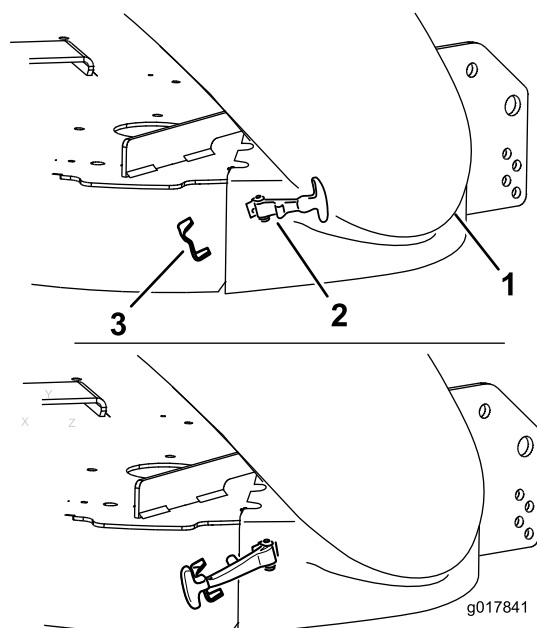

Figura 22
5. Enganche el cierre flexible del conducto en el soporte de retención soldado a la carcasa de corte, detrás del orificio (Figura 22).